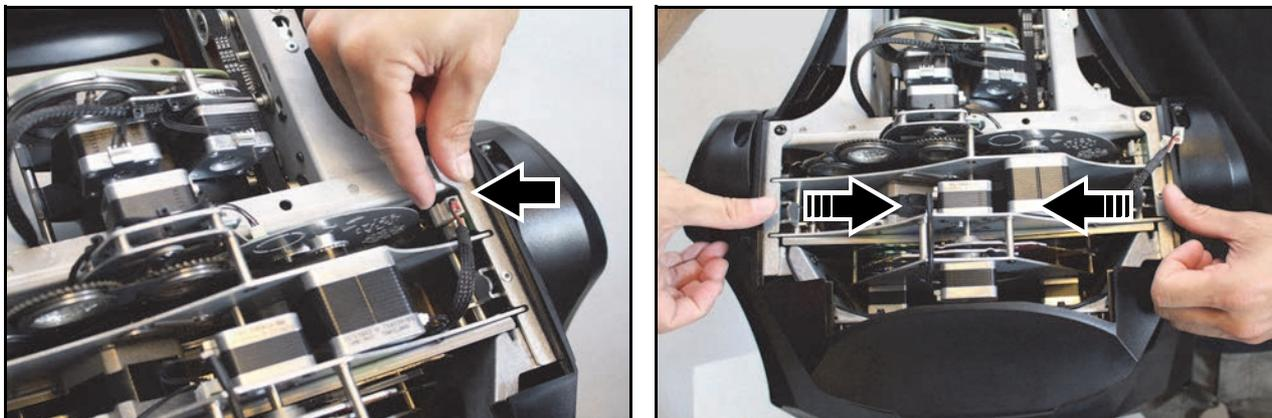

Figure 10: Déverrouillage du multi-module
2. Voir Figure 10. Déconnectez les deux faisceaux repérés ci-dessous à droite de la tête puis poussez les deux verrouillages du module vers l'intérieur de l'appareil.